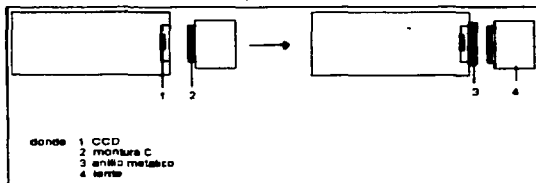

Figura 1.2 Montura C.
1.- Montura C. Cuando se instala el lente y se observa que la distancia entre el lente y el CCD es muy pequeña se utiliza un anillo metálico para evitar que se fracture el CCD al realizar el ajuste. Este tipo de montura se observa en la figura 1.2.